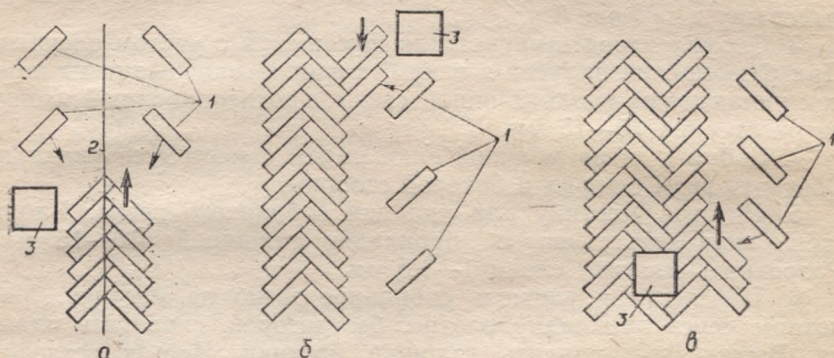
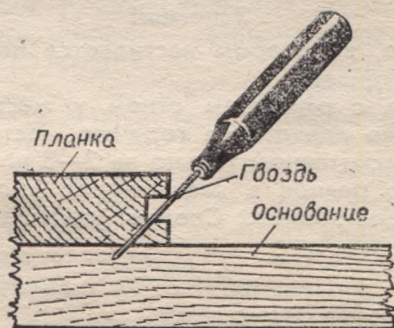

Рис. 218. Маячная елка из штучного паркета:
Рис. 219. Забивание гвоздей до-
5. Уложить по обеим сторонам шнура маячную елку, начиная работу с одного конца (рис. 218). Паркетные планки вначале соединить по продольной стороне, а затем по торцу при помощи молотка с подкладкой из твердой древесины. Планки прибивают гвоздями длиной 40 мм и толщиной 1,6 мм. Гвозди располагают наклонно и окончательно забивают добойником (рис. 219). На планку длиной 150 мм нужно два гвоздя, причем один забивается в торец. На 300-миллиметровую планку потребуется три гвоздя, из них один в торец. Чтобы планки не раскололись, в них иногда сверлят отверстия.